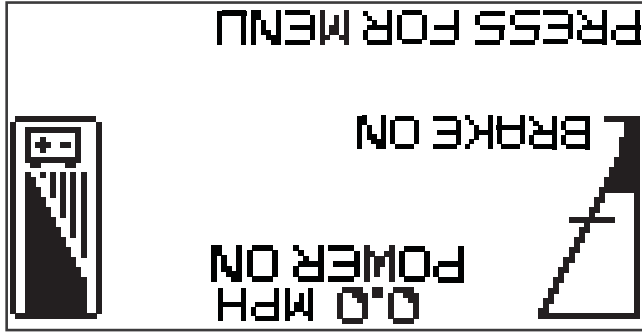

Figure 5-7
8. Quand la tondeuse à siège démarre, l'indicateur de consommation d'énergie, le niveau de la batterie, la vitesse de la tondeuse et «POWER ON» sont affichés. Voir la Figure 5-7.